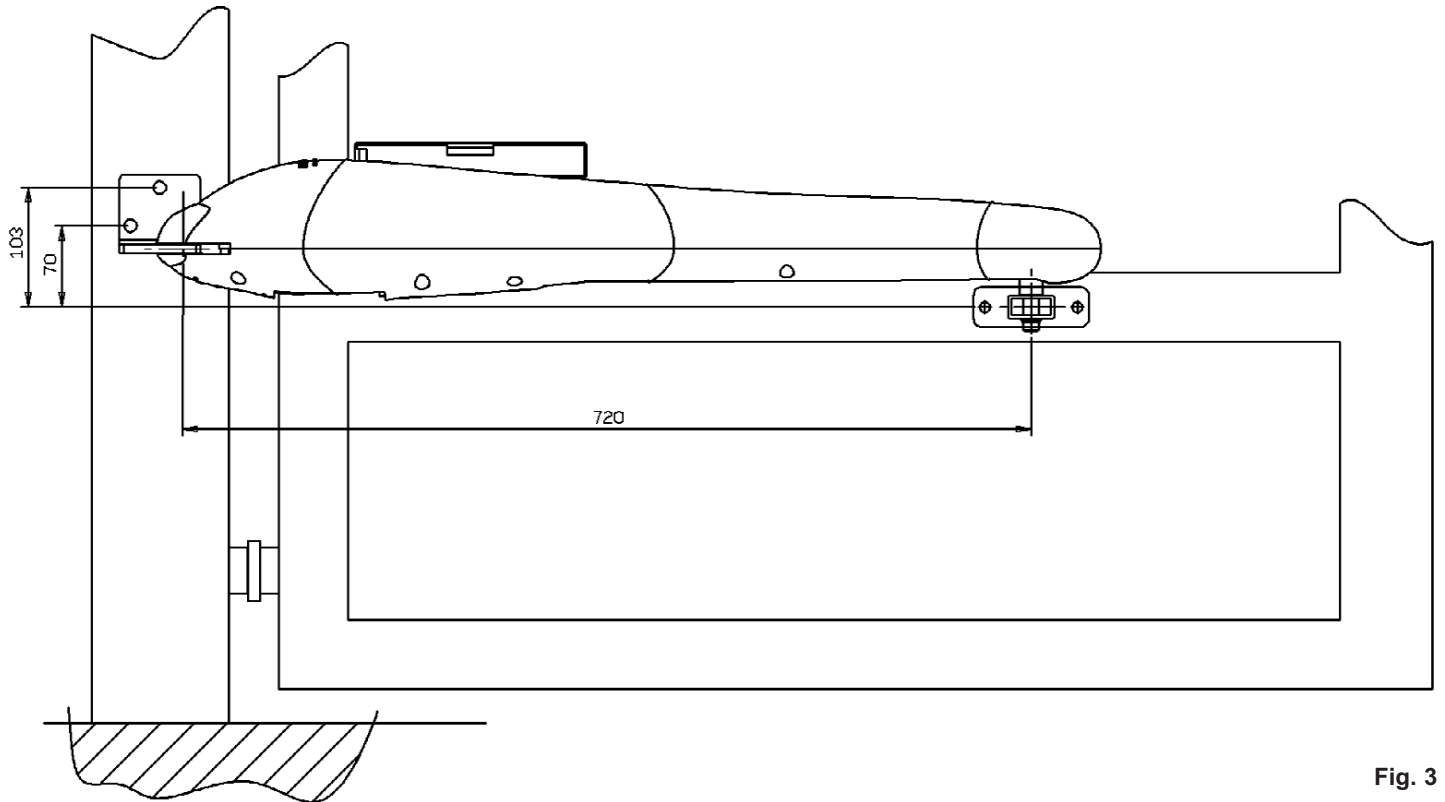

Fig. 3
- 1- Segnare la posizione in altezza della staffa 2 sull'anta, riportando sul montante la misura necessaria alla posizione della staffa 1 (+103mm) - Fig. 3